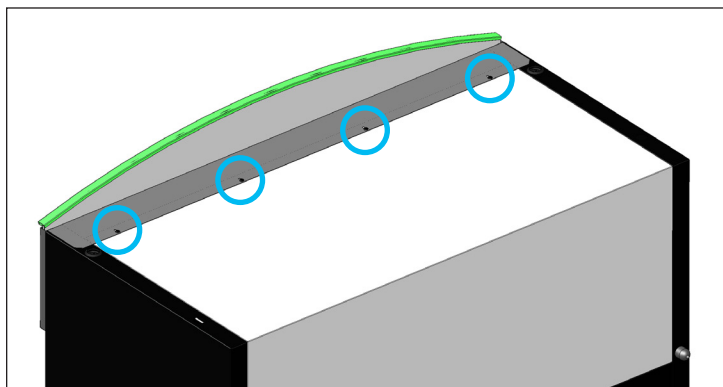

Fig. 4. Ubicación de los tornillos del soporte.
4. Afloje el material que asegura el soporte del conjunto del letrero a la parte superior del gabinete. Véase la fig. 4.